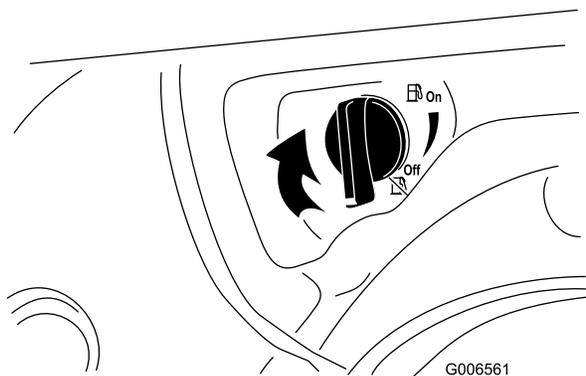

Figure 25
- Fermez le robinet de carburant en le tournant dans le sens horaire (Figure 25).